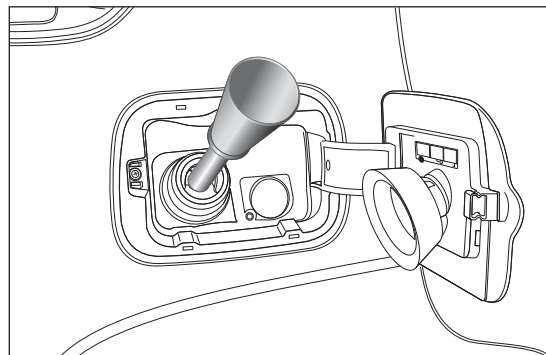

fig. 76
- ❑ introducir el adaptador B en la boca de llenado, tal y como se indica en fig. 76 y proceder al repostado;